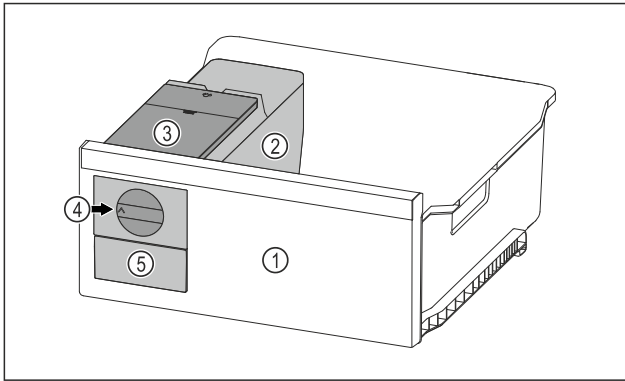

Fig. 122 Beispielhafte Darstellung
- Drehknopf Fig. 122 (4) im Uhrzeigersinn bis zum Anschlag drehen.
- Eiskubel fallen aus der Eiskubelschale in das Eiskubelschubfach Fig. 122 (5).